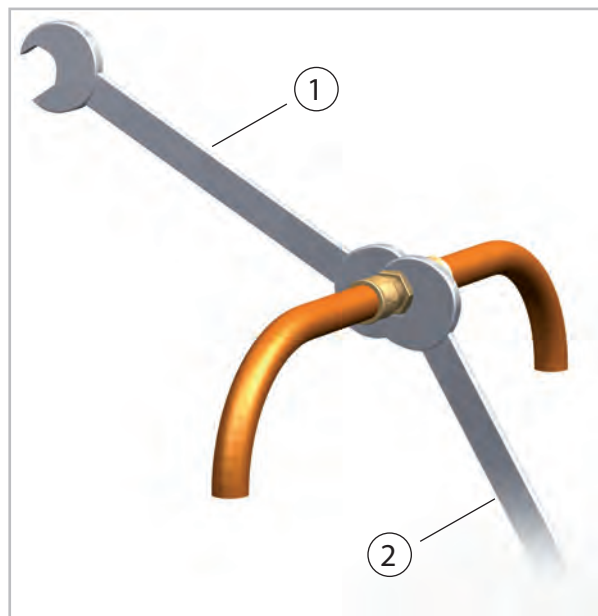

Abb. 36: Verschraubungen anziehen
11. ▶ Befestigen Sie nun endgültig die Verschraubungen mit 2 Maulschlüsseln geeigneter Schlüsselweite. Halten Sie während des Schraubens auf jeden Fall mit einem Maulschlüssel gegen (Abb. 36).